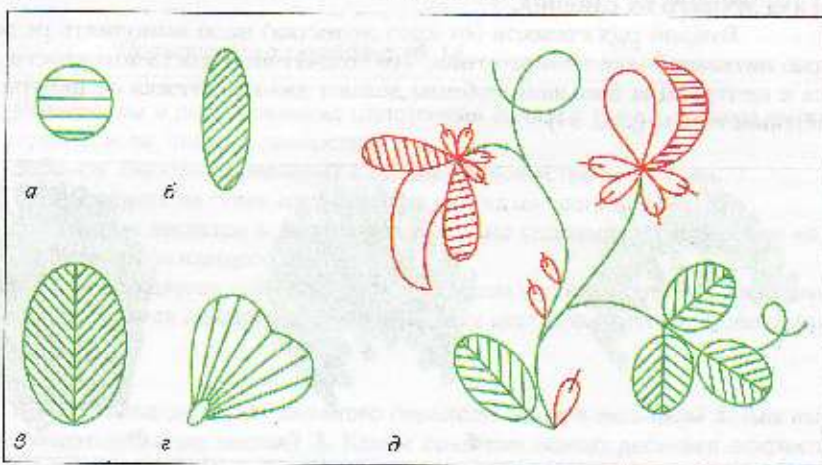

Рис. 30. Горошек
1. Переведите на ткань рисунок ветки горошка и его элементов (рис. 30).
2. Используя нитки мулине в одно сложение любого цвета, выполните вышивку элементов (рис. 30, а, б, в, г) прямой, косой и радиальной двусторонней гладью.
3. Вышейте горошек (рис. 30, д) ниткой в одно сложение зелёного цвета. При вышивании листика стежки глади располагайте по мелким прожилкам.